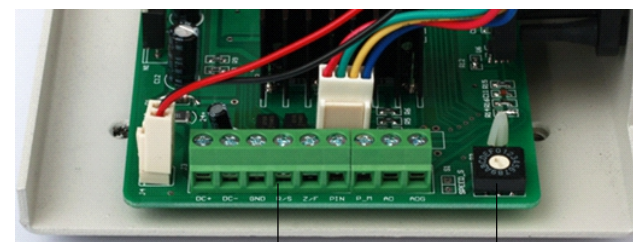

图2
T300-S300, T300-S301, T300-S302, T300-S303, T300-S500的电源要求为DC 24V，功率≥50W。T300-S300, T300-S301, T300-S302, T300-S303电源接线端子位置，见图2和表2。T300-S500电源接线端子位置，见图3和表4。
T300-S300, T300-S301, T300-S302, T300-S303转速控制具有内控和外控两种控制模式。内控采用BCD拨码开关控制转速，共15档。BCD拨码开关位置与转速对应关系，请参考表3。外控采用电流信号(4-20mA)、电压信号(0-5V或0-10V)或脉冲信号(0-10kHz)输入控制转速，转速与控制信号线性对应。泵的启停和方向可以用开关量控制。BCD拨码开关和用户接线端子，如图2所示。用户接线端子定义，见表2。
2) 按照图2及表2用户接线端子定义接好电源线和需要的控制信号线。